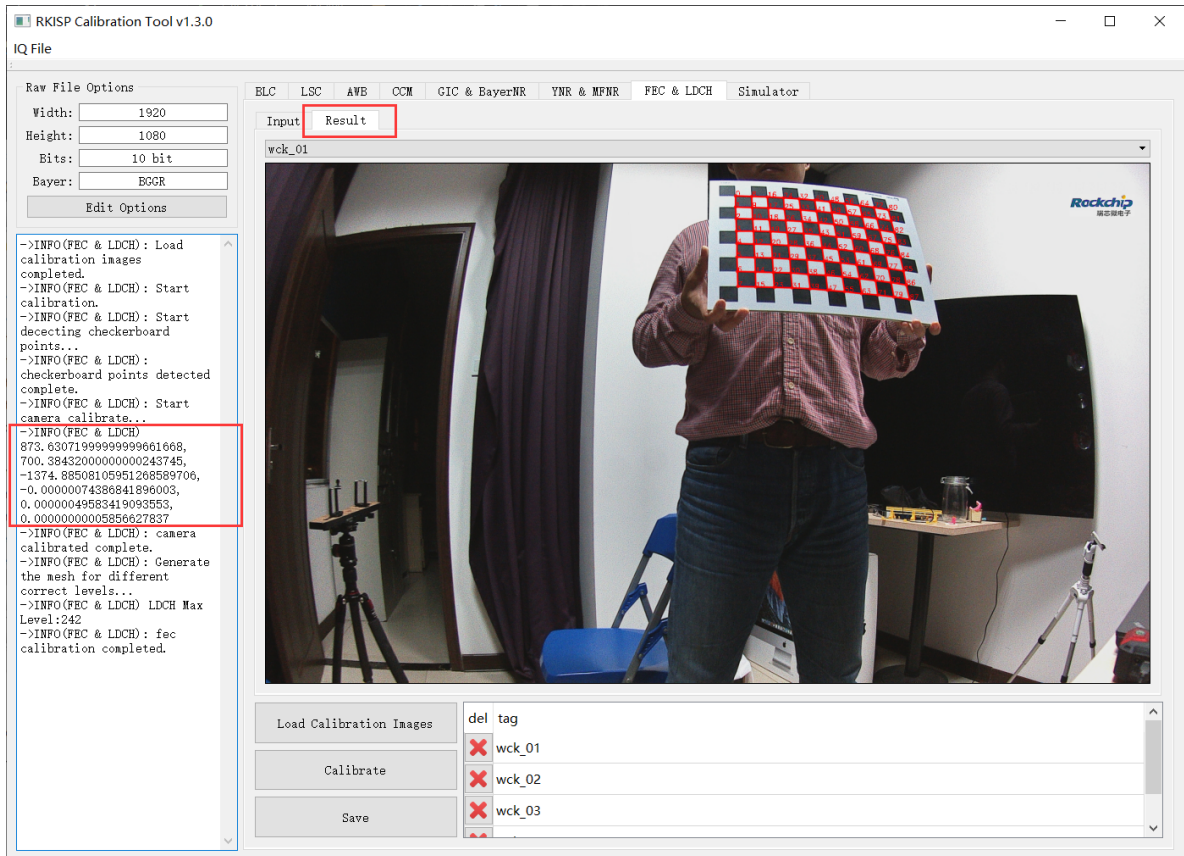

图4-7-3-1
2. 如果标定成功, 则会出现图4-7-3-1的结果, 在左侧log显示框可以查看标定后的畸变参数, 6个参数的意义从上至下依次为相机的中心坐标(cx、cy)、相机畸变参数(a0、a2、a3、a4)。在右侧的result选项卡可以查看每张图像的棋盘格内角点检测结果。如果出现个别检测结果不准确的情况, 可以把